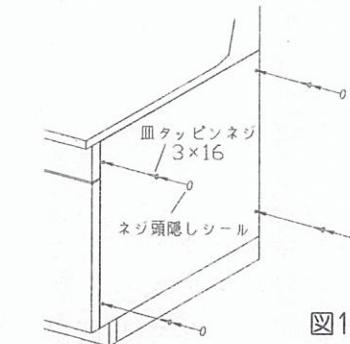

図11-3
(3) エンドカバー取付
- ①貼付面（エンドカバー裏側）のほこりなどをふき取ってください。
- ②側板に貼付けた両面テープの離型紙をはがしてください。
- ③キャビネット側板の上部および後方部に合わせてエンドカバーを貼付けてください。
- ④両面テープ位置をエンドカバーの上からよく押さえつけて確実に貼付けてください。
- ⑤所定のネジで樹脂ナットにネジ打ちし、ネジ頭隠しシールを貼付けてください。（図11-3）